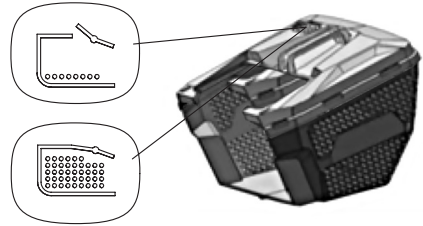

Рис. 11 Положение индикатора травосборника
- На травосборнике газонокосилки установлен индикатор заполнения. Пока травосборник не заполнен, индикатор при работе газонокосилки будет находиться в вертикальном положении. При заполненном травосборнике индикатор будет находиться в горизонтальном положении (Рис. 11).